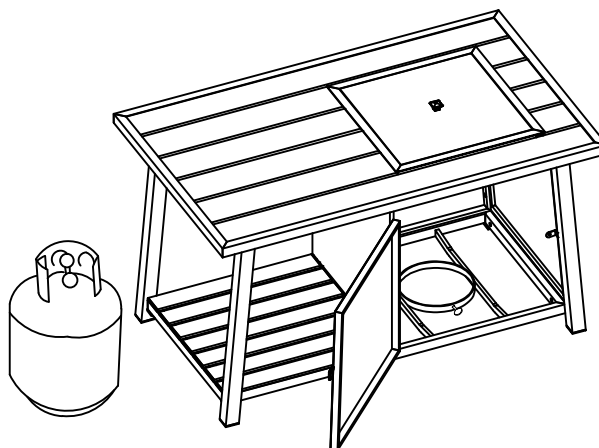

Fig. 2
- Abra la puerta frontal. (Fig. 2)